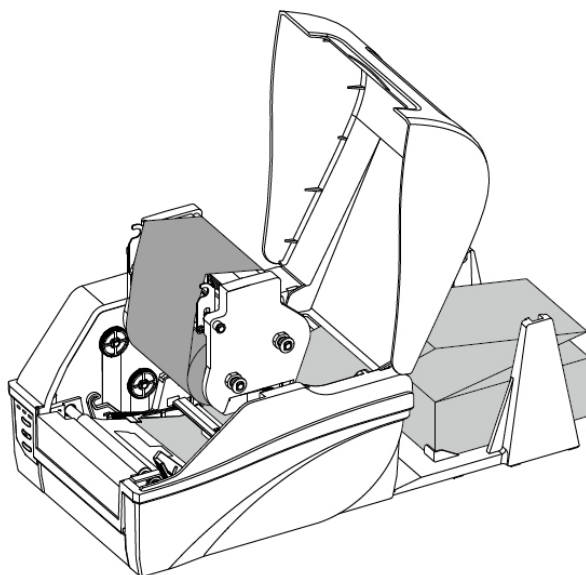

Рисунок 2-21 Протяните носитель через слот для носителя
4. Сдвиньте направляющие носителя к краю носителя, следя за тем, чтобы полотно этикеток оставалось плоским и располагалось по середине отрывной планки. Это можно проверить с помощью линейки на отрывной планке. См. Рисунок 2-21.